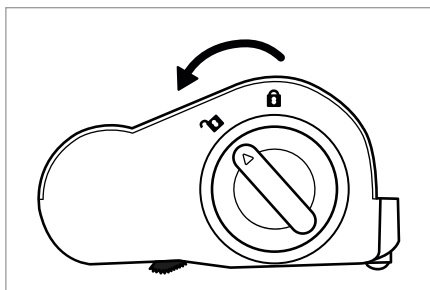

Fig. 26
- 2) Para desenganchar el rodillo de cepillos **20**, gire el desenganstre del rodillo de cepillos **19** hacia el símbolo **🔓** (abrir) (consulte la fig. 26).